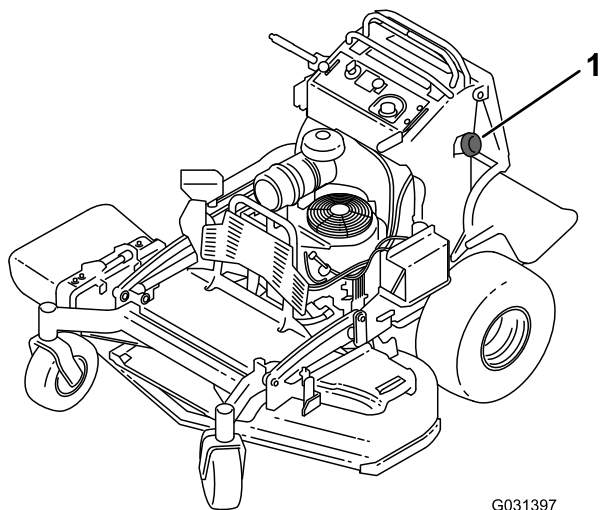

図 50
3. 燃料タンクにごみが入るのを防止するために、キャップ(図 50)の周囲をきれいに拭く。